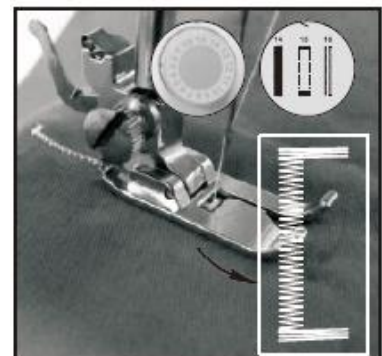

Fig.17
- 4) Kies de 8e steek, schakel het apparaat in, naai 5-6 steken op een lage snelheid en schakel het apparaat dan uit (Fig. 17).